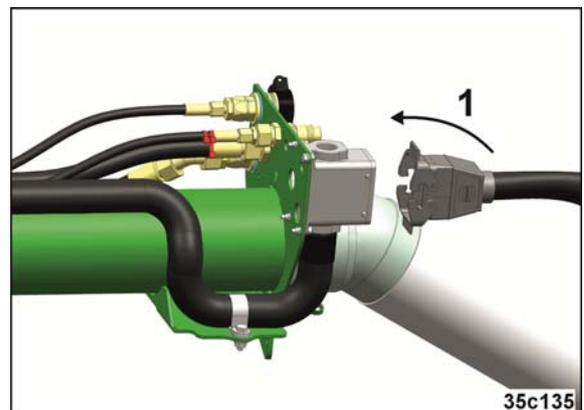

Fig. 43
1. Den Frontbehälterstecker (Fig. 43/1) an das Datenkabel vom Schlauchpaket anschließen.